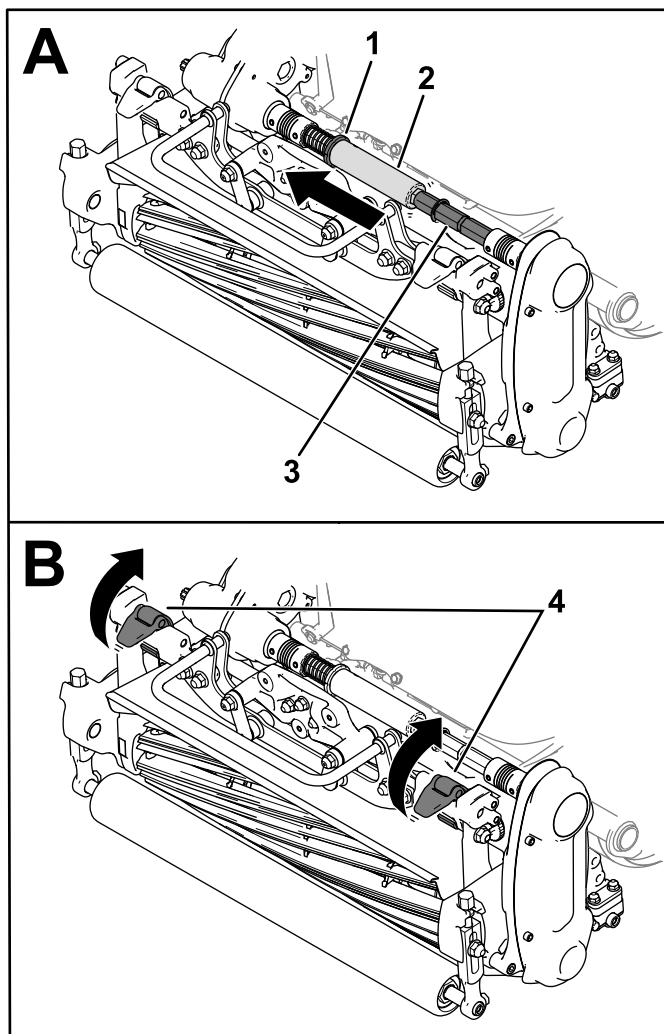

Figure 42
3. Placez le collet (Figure 42) dans la rainure de l'arbre de transmission.
4. Glissez le tube hexagonal hors de l'arbre d'accouplement de l'unité de coupe (Figure 42).
5. Relevez les verrous de suspension pour détacher l'unité de coupe de la machine (Figure 42).